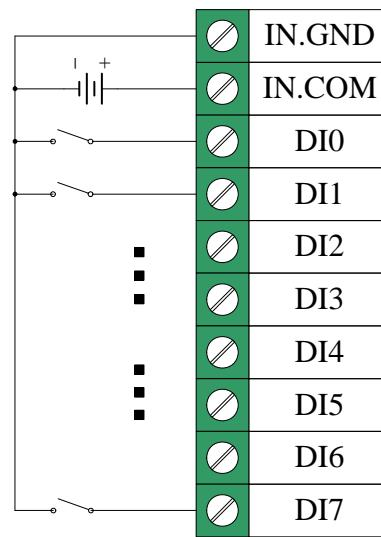

图 2.4-2 湿接点共阳极
2.4.1 为干接点输入的连接方法, 图 2.4-2 为湿接点输入的连接方法。